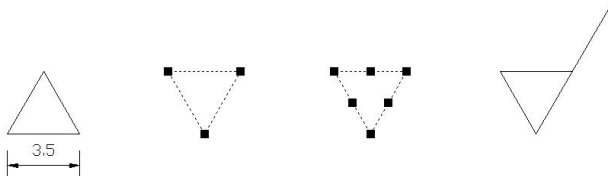

图 2-108 绘制图块图形
(2) 绘制轴键槽表面粗糙度符号。将“标注线层”置为当前，使用“多边形”工具，绘制一个边长为 3.5 的正三角形。使用“旋转”工具，将三角形旋转 180°。使用“分解”工具，将其进行分解。选择“修改”菜单→“拉长”命令，设置增量为 3.5，将三角形右边边长向右上拉长 3.5 个单位，如图 2-108 所示。